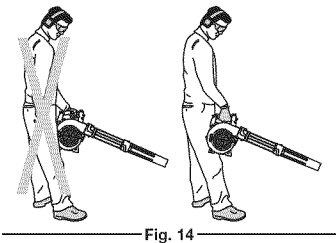

Fig. 14
- La unidad esté en la mano derecha y en el lado derecho del cuerpo. No bloquee la admisión de aire, lo cual puede afectar el rendimiento de la unidad (Fig. 14).
Utilice la sopladora para limpiar árboles, arbustos, canchales de flores y áreas difíciles. Use también la unidad en los alrededores de edificios, muros, voladizos, cercas y mallas metálicas, así como en otras labores normales de limpieza. Ahorre agua utilizando las sopladoras potentes en lugar de mangueras, en numerosas aplicaciones de césped y jardín, incluyendo áreas como drenajes, mallas metálicas, terrazas, asadores, pórticos y jardines. Sujete la sopladora con la mano derecha. No se pare a la derecha de la sopladora cuando esté funcionando (Fig. 14). Si lo hace, bloqueará la entrada de aire y ello afectará el funcionamiento de la unidad. En su lugar, párese a la izquierda de la unidad para maximizar su eficiencia (Fig. 14). Barra de lado a lado con la boquilla a varias pulgadas sobre el suelo o el piso. Avance lentamente, manteniendo una pila de escombros acumulado frente a usted.